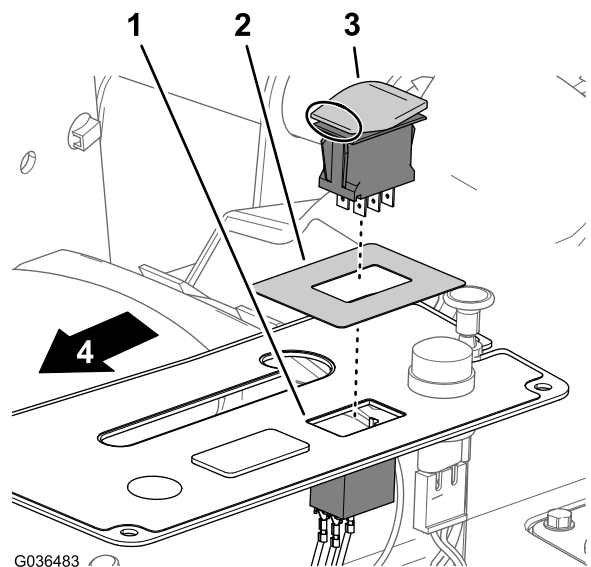

Figura 51
4. Instale o autocolante do interruptor de luzes na cobertura do painel de controle, centrado sobre a abertura do interruptor das luzes, com as palavras SONIC BOOM viradas para a traseira da máquina (Figura 51).
5. Insira o interruptor de três posições simples (sem o sinal de perigo) na abertura do interruptor de luzes da cobertura do painel de controle com a traseira do interruptor virada para trás (Figura 51).